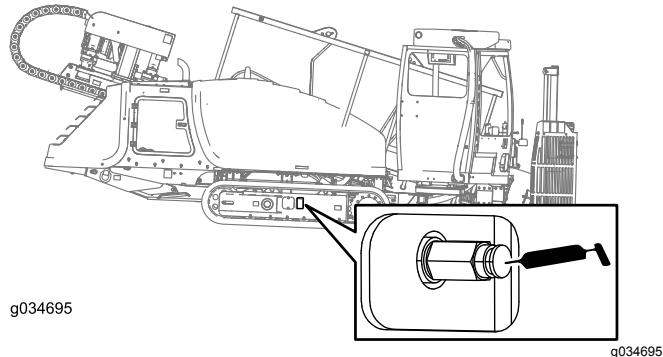

Figura 109
- Retire la suciedad y los residuos de alrededor de la válvula de grasa del sistema de tensado de la oruga (Figura 109).
- Aplique grasa al engrasador hasta que la tensión alcance los 310.26 bar (4,500 psi), según se muestra en Figura 109.
4. Gire la válvula de grasa del sistema de tensado de las orugas en sentido antihorario **no más de una vuelta** (Figura 109).